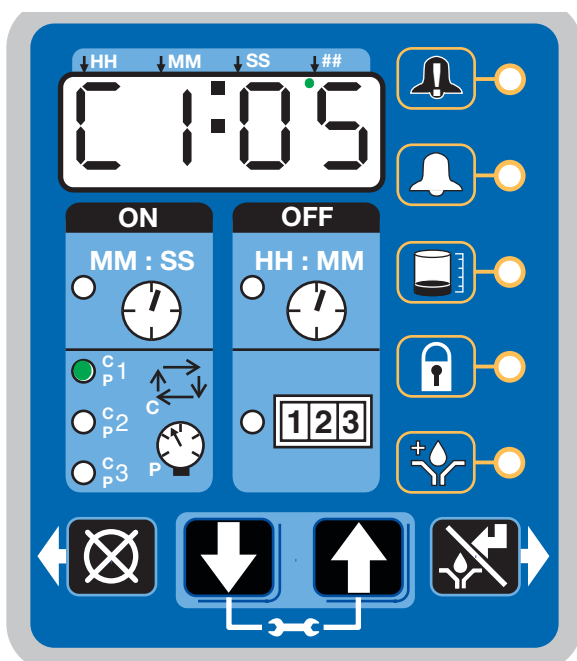

FIG. 49
- La pantalla indica el sensor (C1, C2, C3) y los ciclos restantes para dicho sensor (FIG. 49).
El ejemplo indicado en la FIG. 49 muestra el sensor C1 con 5 ciclos restantes.